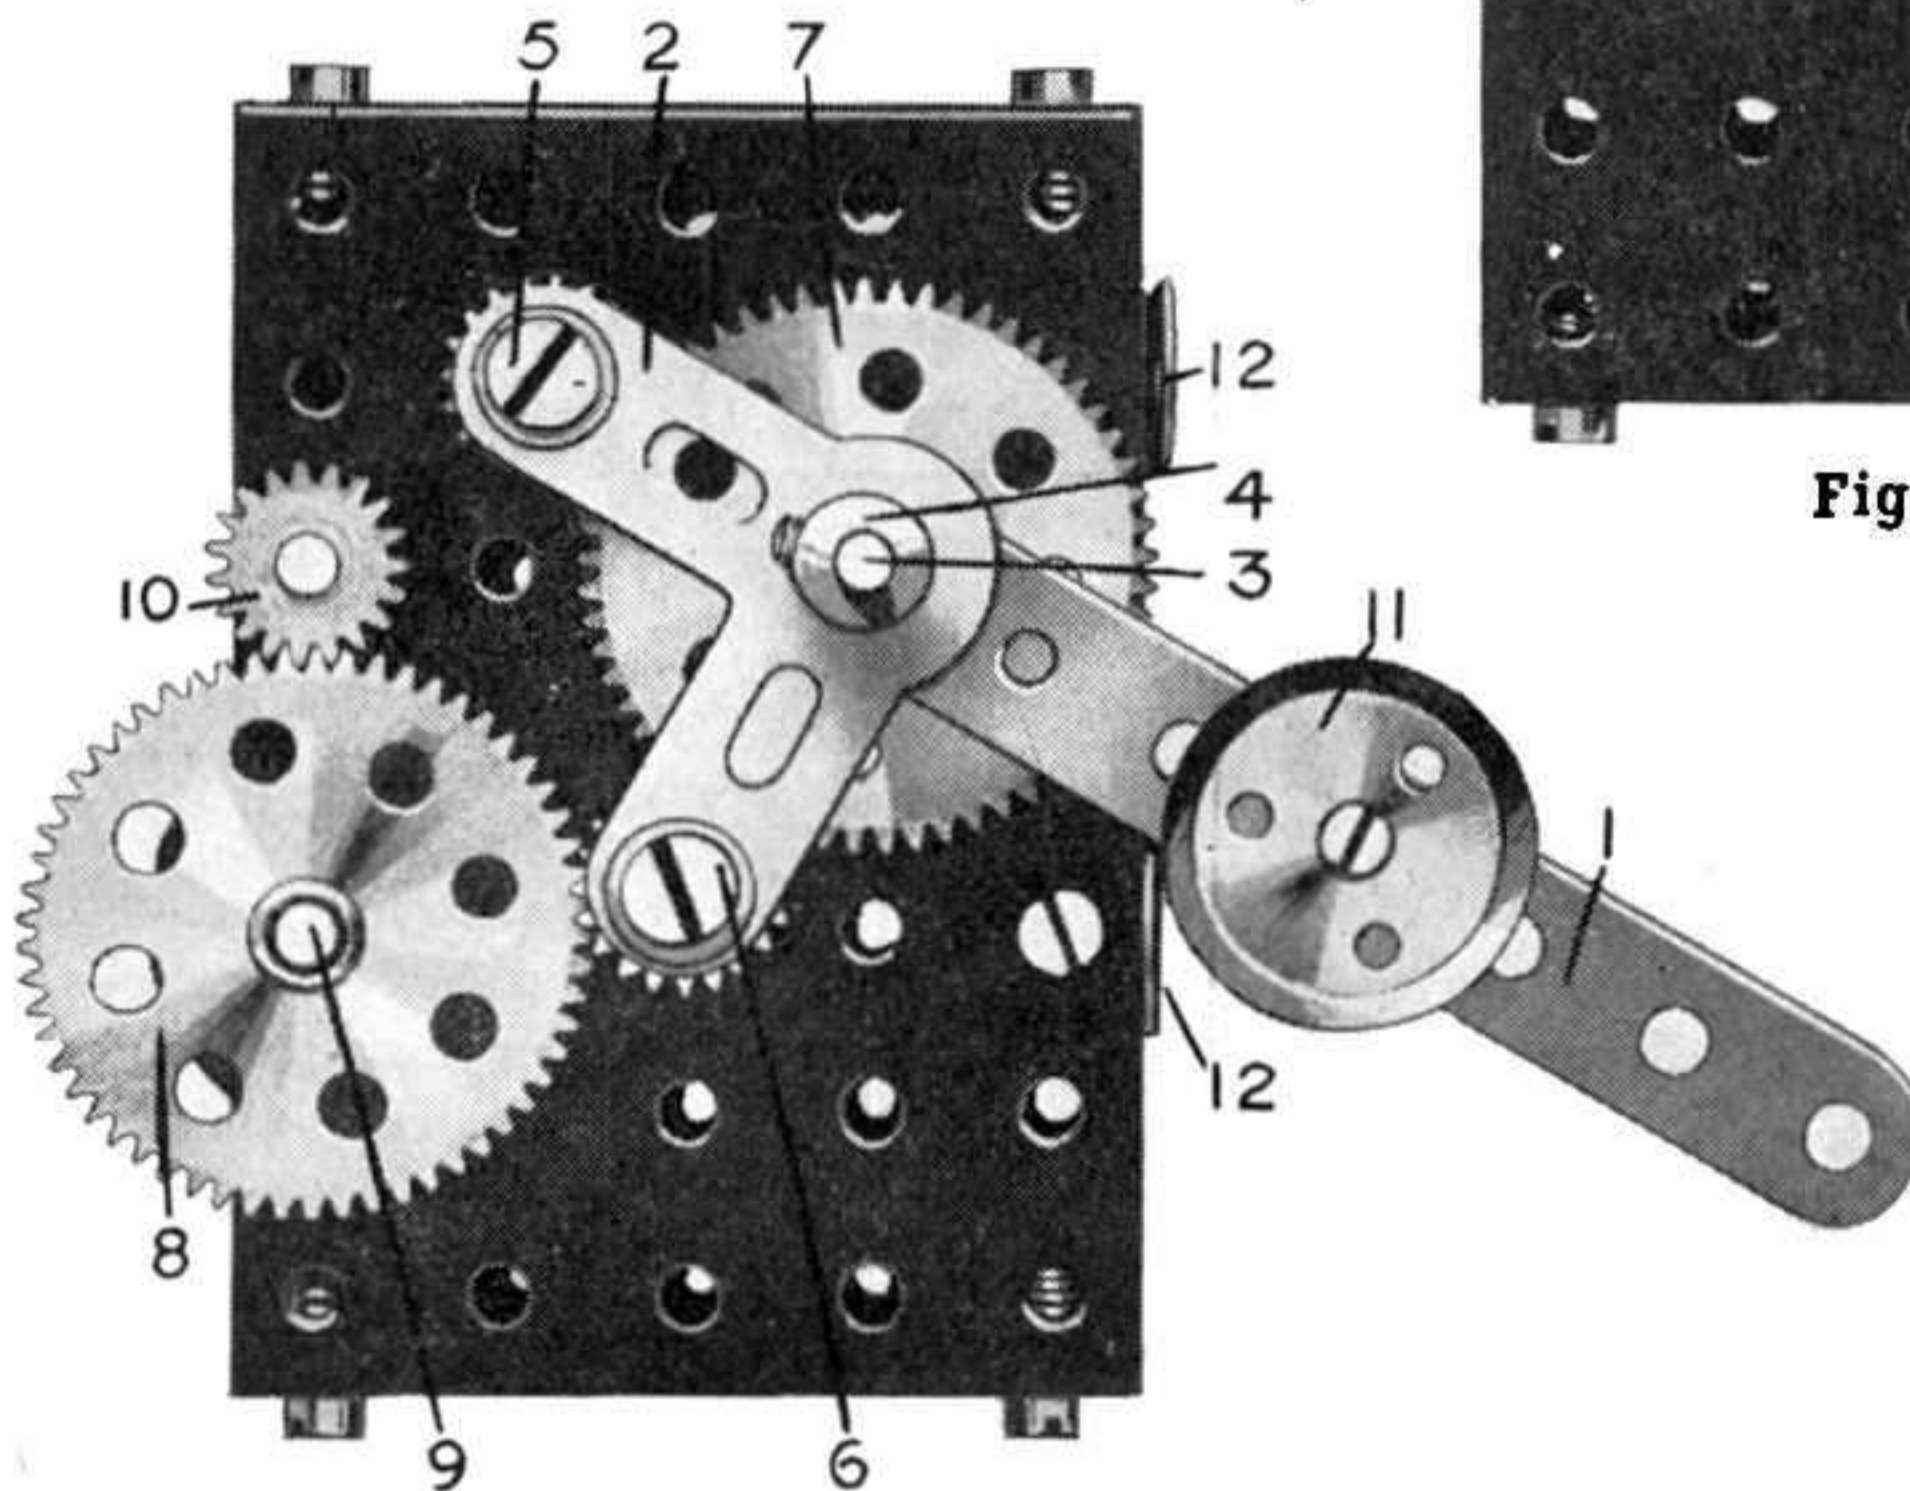

Fig. 2
La Fig. 2 nous montre le modèle vu d'arrière et de la sorte
portant la roue à boudin B. Le levier (1) et le levier d'angle (2) sont libres sur l'arbre de la manivelle (3) mais sont maintenus en place par le collier (4). Des boulons pivots (5 et 6) sont passés au travers des bras du levier d'angle et fixés par les vis d'arrêt des pignons de 12 mm., un jeu suffisant étant réservé pour permettre au boulon de tourner librement. Les pignons restent constamment engrénés avec une roue dentée de 57 dents (7) fixée à l'arbre (3). Si on tourne la manivelle dans la direction d'une aiguille de montre, comme dans la Fig. 2, le levier (1) et le levier d'angle (2) oscillent autour du point (3) jusqu'à ce que le pignon et le boulon (6) s'engagent avec une autre roue dentée (8) montée sur l'arbre (9). Dans cette position l'arbre (9) tourne dans la même direction que la manivelle (3).